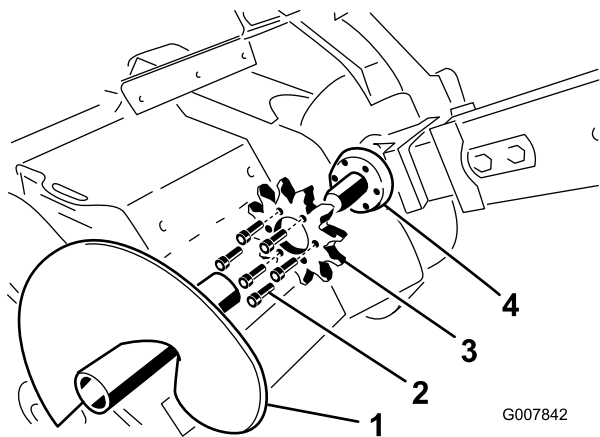

図 65
4. スポイルオーガを取り外す 図 65。
9. 駆動スプロケットを固定しているボルト 6 本を取り外す 図 65。
10. 駆動スプロケットを外して捨てる 図 65。
11. トレンチャのスプロケット取り付け面をきれいにする 図 65。
12. 新しいスプロケットを取り付ける 図 65。
13. ボルト 6 本を取り付けて指締めする 図 65。